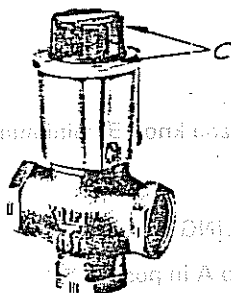

FIG. 2
**a) Manuelle - Handbedient (régulation C - regulatie C - fig. 2) :**